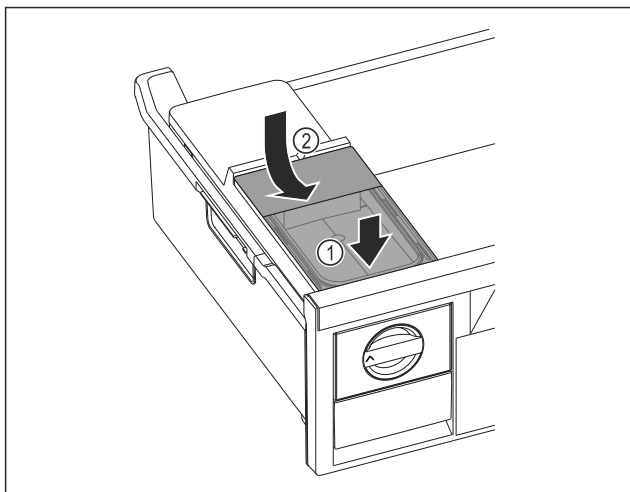

Fig. 99
- ▶ Sæt vandtanken i forfra. Fig. 99 (1)
- ▶ Sænk vandtank ned bagest. Fig. 99 (2)